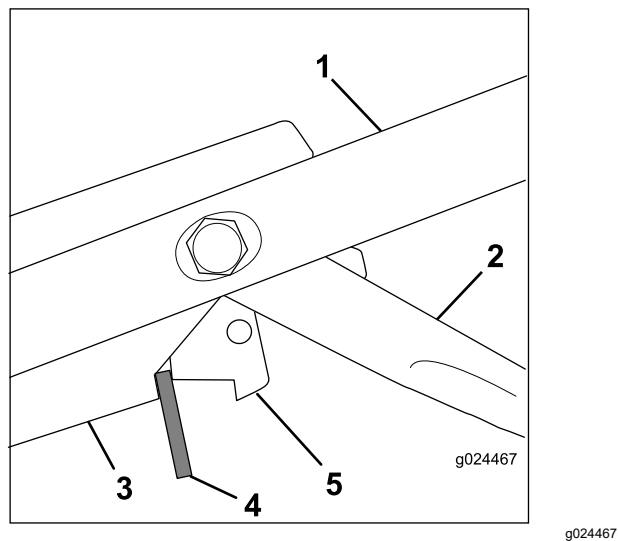

Figure 34
3. Insérez une entretoise de 8 mm (5/16 po) entre le levier de commande du frein de lame et le support de commande sur le guidon (Figure 34).